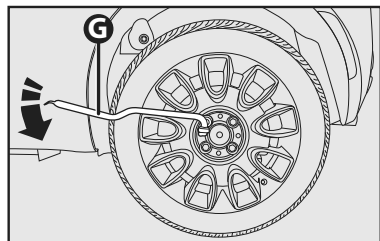

fig. 7
- Desapertar cerca de uma volta os parafusos de fixação da roda a substituir com a chave de roda/manivela fornecida **G-fig. 7**;